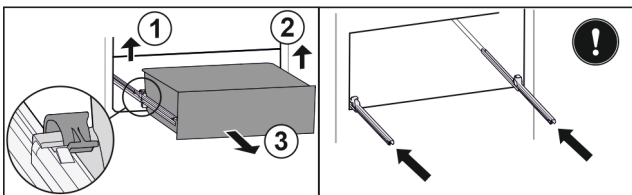

Fig. 158
- Linke Klemme anheben und gleichzeitig Schubfach links nach vorne ziehen. Fig. 158 (1)
- Rechte Klemme anheben und gleichzeitig Schubfach rechts nach vorne ziehen. Fig. 158 (2)
- Schubfach nach vorne entnehmen. Fig. 158 (3)